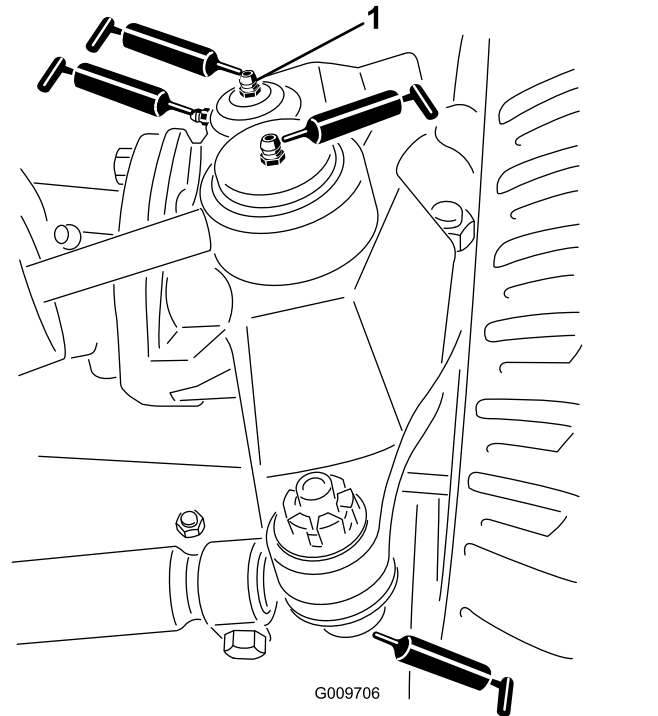

Figure 52
- Rotules de vérin de direction (2), comme montré à la Figure 52.
- Rotules de biellette de direction (2), comme montré à la Figure 52.
- Bagues de pivot de fusée (2), comme montré à la Figure 52.